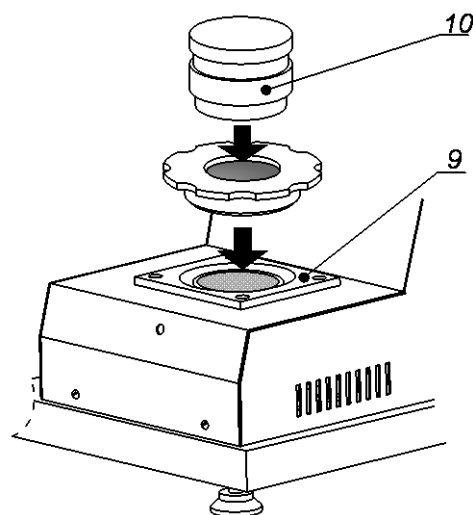

Рисунок 9
- 4.4.3.9 Аккуратно опустите (не ввинчивая при этом) вставку 8 с фильтрами 7, стеклом 6 и прокладкой 5 в термостат (см. рисунок 9, страница 9). Совместите указатель на вставке с указателем «1» на аппарате (см. рисунок 10, страница 9). Поверните вставку на 450° ($1\frac{1}{4}$ оборота) по часовой стрелке, совместив при этом указатель на вставке с указателем «2» на аппарате (см. рисунок 11, страница 9).
- 4.4.3.10 Сверху установите груз для испытаний 10 (см. рисунок 9, страница 9).